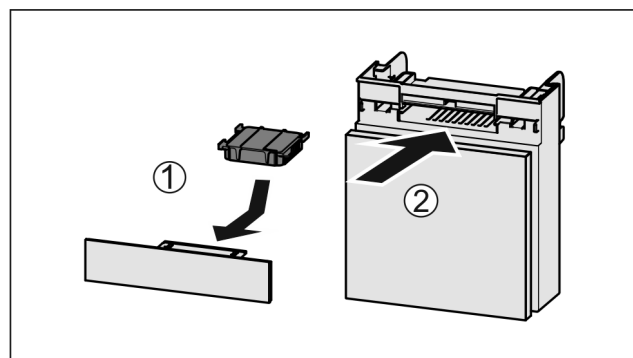

Fig. 139
- Umetnite filter s aktivnim ugljenom kao što je prikazano na slici Fig. 139 (1).
- Umetnite pretinac Fig. 139 (2).